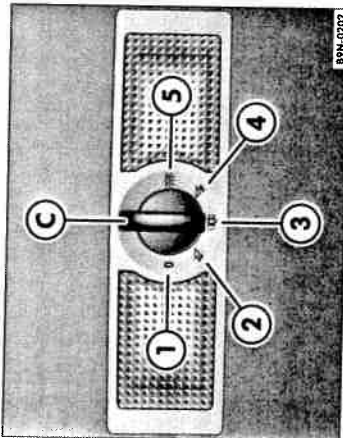

Fig. 46 Lumina interioară și lampa pentru lectură din spate.
De la întrerupătorul ⇒ fig. 46 ③ se pot selecta următoarele poziții: